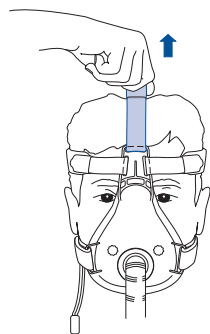

Figura: 5
- 5 Regolare la cinghia di velcro superiore (Fig. 5) stringendola il minimo indispensabile per aggiungere stabilità alla maschera. Essa deve risultare ben salda ma non troppo stretta.